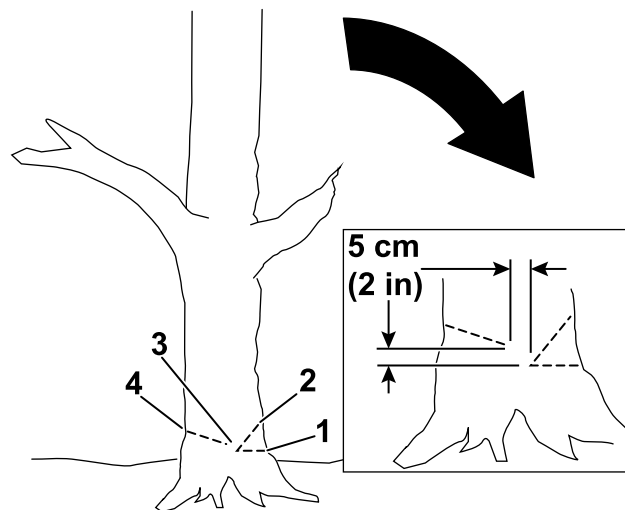

Figura 16
- Faça o primeiro corte a um terço da distância através do diâmetro da árvore no lado em que deseja que a árvore caia (Figura 16).
- Faça um segundo corte para formar um entalhe, começando o corte a, no mínimo, 5 cm acima e afastado do primeiro corte (Figura 16).
- Faça o corte de abate a partir do lado oposto do entalhe e a cerca de 5 cm acima da parte inferior do entalhe como se mostra na Figura 16.
**Importante:** Pare o terceiro corte 2,5 a 5,0 cm do entalhe para formar uma dobradiça entre os cortes (Figura 16), o que impede a árvore de cair na direção errada ou torcer à medida que cai.
**Nota:** À medida que o corte de abate se aproxima da dobradiça (Figura 16), a árvore deve começar a cair.